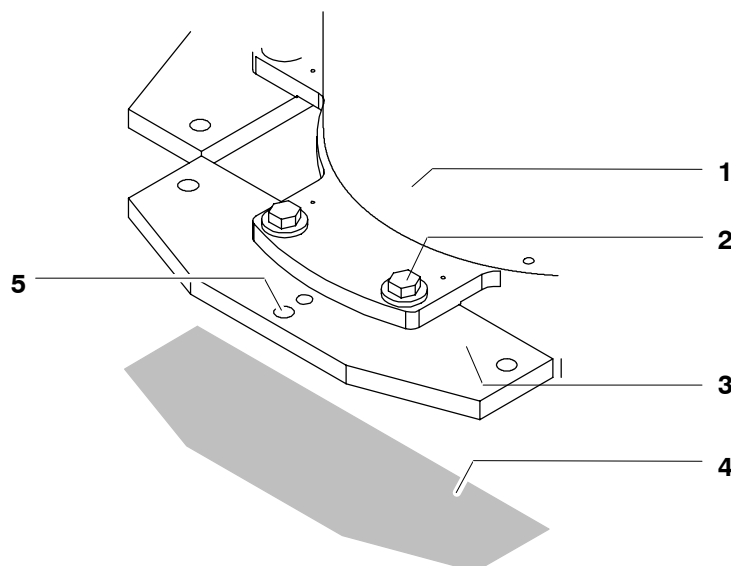

Fig. 59 Plaques de fondation
- (1) Soulever le manipulateur avec le chariot élévateur à fourches ou le dispositif de levage.
- (2) Fixer quatre plaques de fondation (Fig. 59/3) au manipulateur (1) avec respectivement deux vis à tête hexagonale (2) M24x60-8.8-A2K, sans oublier les rondelles-freins. Fixer au gabarit de perçage lors du perçage.
- (10) Percer douze trous pour les chevilles (Fig. 59/5) par les trous des plaques de fondation. Profondeur de perçage dans le béton : 125 mm. Les deux trous arrière sont cachés par le manipulateur. Pour cette raison, il faut enlever le manipulateur au préalable.